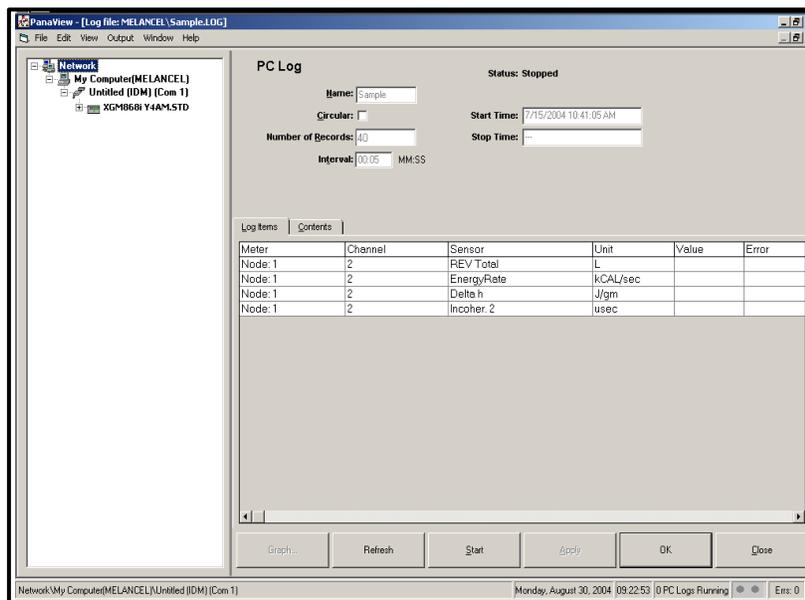

Figura 18: Ventana de registro del PC
- En la ventana Registro PC resultante que se muestra en la Figura 18, coloque una marca de verificación en la casilla de texto para crear un registro circular, o deje esta casilla vacía para crear un registro lineal.
- Introduzca un intervalo de muestreo en el cuadro de texto que se muestra en la Figura 18.